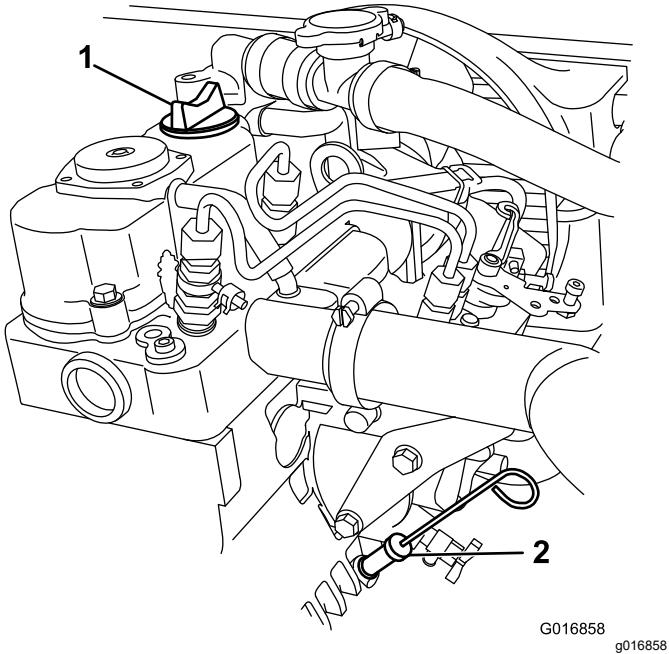

Рисунок 30
5. Очистите поверхность вокруг масломерного щупа ветошью (Рисунок 30), чтобы загрязнения не могли попасть в трубку масломерного щупа или маслозаливную горловину и привести к повреждению двигателя.
7. Вставьте масломерный щуп в трубку щупа и убедитесь в том, что он установлен до упора (Рисунок 30).
9. Вставьте измерительный щуп до упора (Рисунок 30).